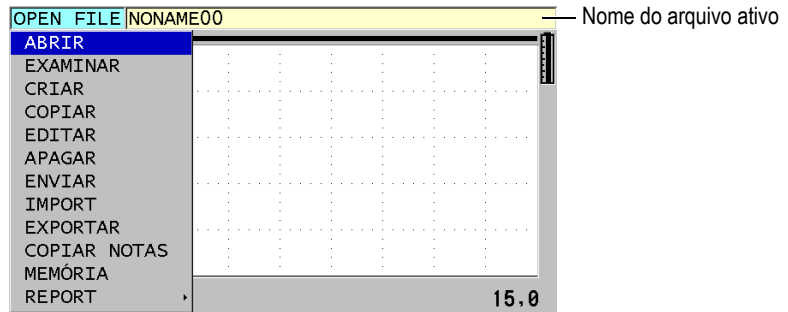

Figura 5-10 Nome do arquivo ativo exibido na barra de ID
O datalogger do 38DL PLUS é um sistema baseado em arquivos, onde um arquivo é aberto de cada vez. O arquivo ativo armazena uma medida em uma identidade (ID) baseada na localização de medida de espessura. Cada vez que a tecla [SAVE/SEND] é pressionada, o valor exibido é salvo no arquivo ativo na ID atual. O ID é automaticamente aumentado para a próxima medida. Quando se pressiona [FILE], o nome do arquivo ativo aparece na barra de ID acima do menu (ver Figura 5-10 na página 85).